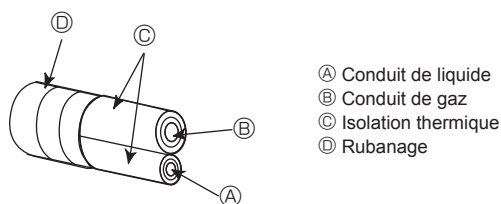

Fig. 4-1
Ⓐ (Fig. 4-1)
Ⓑ (Fig. 4-1)
4.2. Connexion des tuyaux (Fig. 4-1, Fig. 4-2)
En cas d'utilisation de tuyaux en cuivre disponibles sur le marché, isoler séparément les tuyaux de liquide et de gaz avec un matériau isolant vendu dans le commerce (résistant à une température de 100 °C, 212 °F ou plus, et d'une épaisseur de 12 mm, 1/2 inch ou plus). (Fig. 4-1)